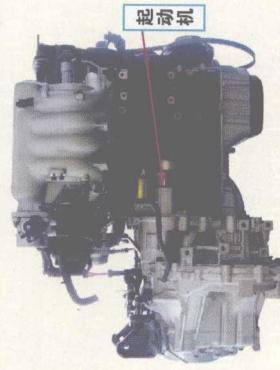

图1-2 起动机安装位置
- ①产生此故障的原因有：
- ②用万用表检查蓄电池电压，为12V。用放电叉检查蓄电池电量，也正常。
- ③拔下起动机电磁开关插头，将导线一端接在电磁开关接线柱上，另一端接在蓄电池正极上。若起动机转动正常，则故障出在点火开关至起动机电磁开关间；若起动机不转或转动无力，则故障出在起动机上。经过测试，起动机转动无力。
- ④检查蓄电池至起动机的正极线，也正常，看来故障出在起动机上。
- ⑤拆下起动机检查，起动机内部正常（起动机安装位置如图1-2所示）。将起动机夹在台虎钳上，对起动机进行无负荷测试。用导线将起动机外壳接至蓄电池负极，用粗导线将蓄电池正极和起动机“+B”端子接在一起，用导线短接蓄电池正极和起动机电磁开关，起动机立即转动起来，转速3000r/min，听声音，起动机转动有力。